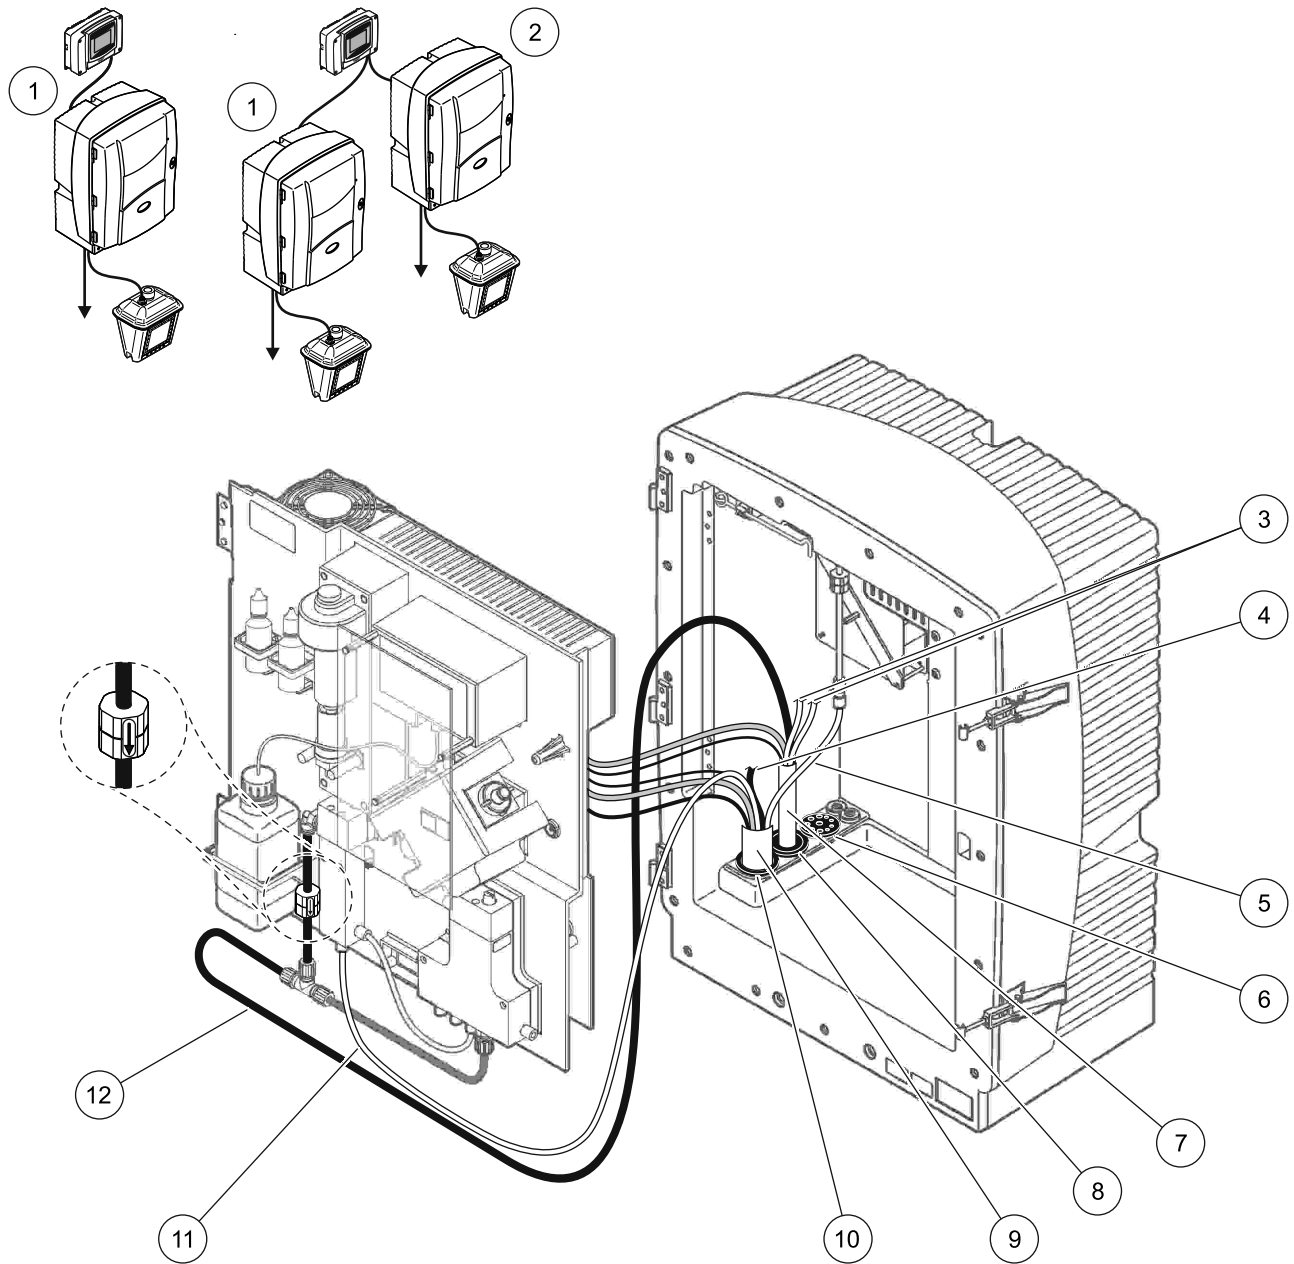

Figura 30 Configuração da opção 2
Consulte o Figura 30 e as seguintes instruções para a Opção 2:
2. Alimente a mangueira da Sonda do Filtro sc (linhas de amostra, cabos eléctricos, tubo de drenagem) através da abertura do analisador (item 9, Figura 30). Utilize o Conector Vedante #2 para fixar.